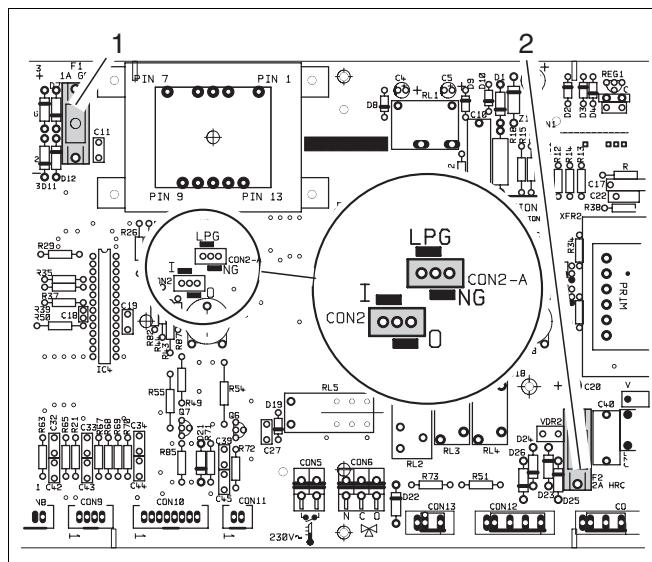

Рис. 22 Перевод на другой вид газа SIT-установка
- Переключить переключку (рис. 22):
Легенда к рис. 22:
- Перемычка (рис. 22) остается в положении "LPG".